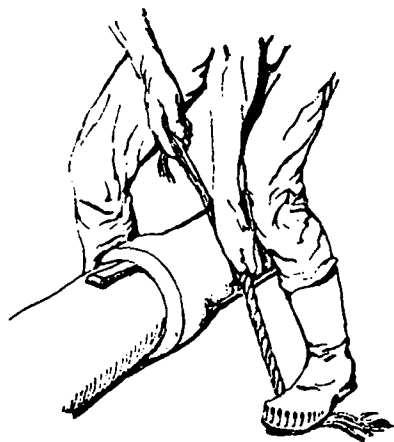

FIG. 6
6.º Passo – Torça a estopa, para formar o cordão (fig. 6).